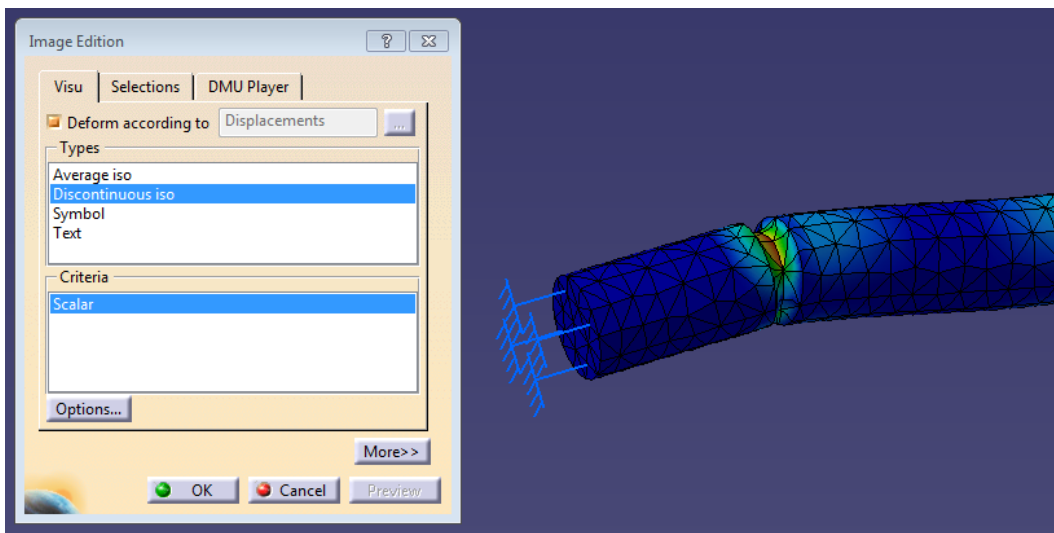

Figura 46 Configuración de imagen 3
- Discontinuous iso: es igual a la Average iso, salvo que no alisa la curvatura del histograma, véase *Figura 46*.